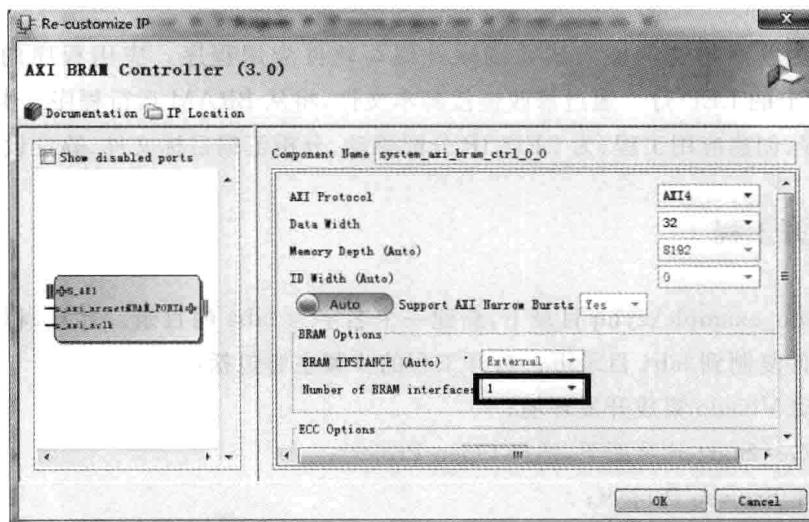

图 4.76 AXI BARM Controller 参数设置界面
- (1) 单击 Diagram 窗口左侧工具栏内的 按钮。
- (2) 出现 IP Catalog 对话框界面，在 Search 右侧输入 BRAM。找到并双击 AXI BRAM Controller，将 BRAM 控制器 IP 核的一个例化添加到设计中。
- (3) 单击 Diagram 上面的 Run Connection Automation，并选择 axi\_bram\_ctrl\_0/S\_AXI。
- (4) 出现 Run Connection Automation 对话框界面。
- (5) 单击 OK 按钮。
- (6) 选择并双击图中的 axi\_bram\_ctrl\_0 块符号。
- (7) 如图 4.76 所示，出现 Re-customize IP 对话框界面。将 Number of BRAM interface 的值改为 1。